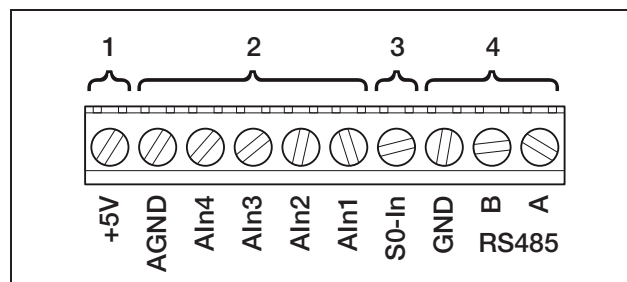

Abbildung 57: Kabelklemme
- Schließen Sie die Leitungen entsprechend der Anschlussbelegung (Abbildung 57 und Tabelle 8) an der Klemme an.
Auf der Klemme für analoge Schnittstellen (Abbildung 57) befinden sich Anschlüsse für die serielle **RS485-Schnittstelle**. Über RS485 können, abhängig von den benutzten Wechselrichtern, bis zu 200 Wechselrichter vernetzt werden, siehe Tabelle 9.
- Schließen Sie die Leitungen entsprechend der Anschlussbelegung (Tabelle 8) an der Klemme (4 in Abbildung 57) an.